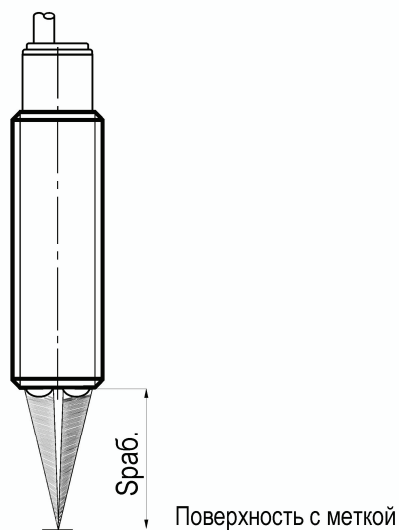

Рисунок 2
- Установить датчик так, чтобы оптическая ось датчика была перпендикулярна поверхности с контролируемыми метками. При этом расстояние S между плоской частью чувствительной поверхности датчика и поверхностью с метками (рис.2) должно быть в диапазоне $Spаб.$